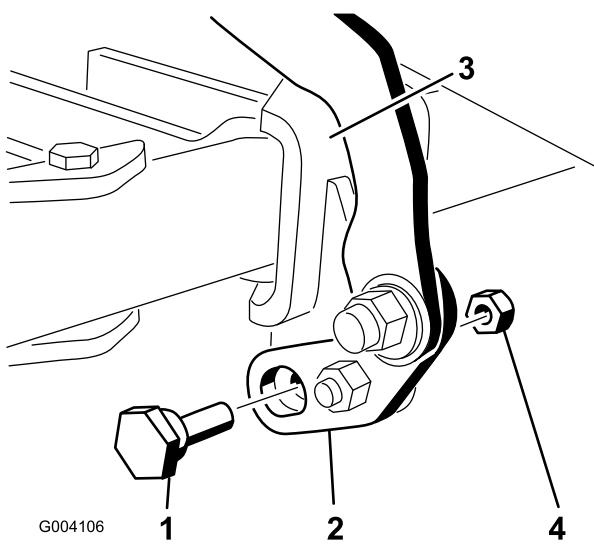
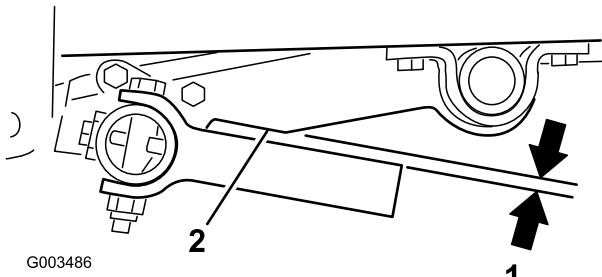

Figura 17
Figura 21
2. Meça a distância entre a estrutura da unidade de tracção e o tubo articulado como se mostra na Figura 17.
com a ranhura no braço de elevação (Figura 17 e Figura 21).